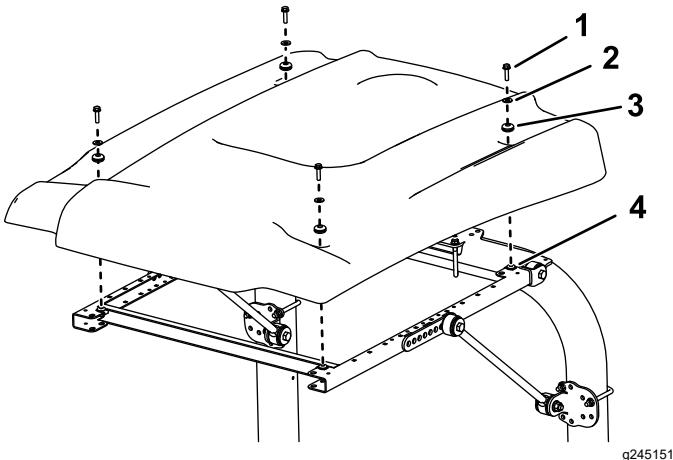

Bild 35
15. Positionieren Sie das Sonnendach beim Ausfluchten der Befestigungslöcher am Rahmen wie in **Bild 35** abgebildet.
16. Befestigen Sie jede Ecke des Sonnendachs mit einer Bundkopfschraube (5/16" x 1 1/4"), einer kleinen Scheiben und einer Scheibe lose am Rahmen (Bild 35).